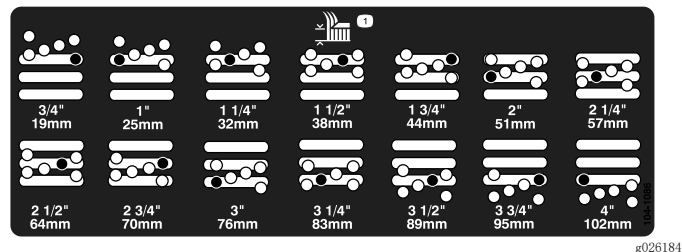

图 19
5. 将切割腔移至所需的剪草高度，然后将隔片安装至指定的剪草高度孔和槽（图 19）。